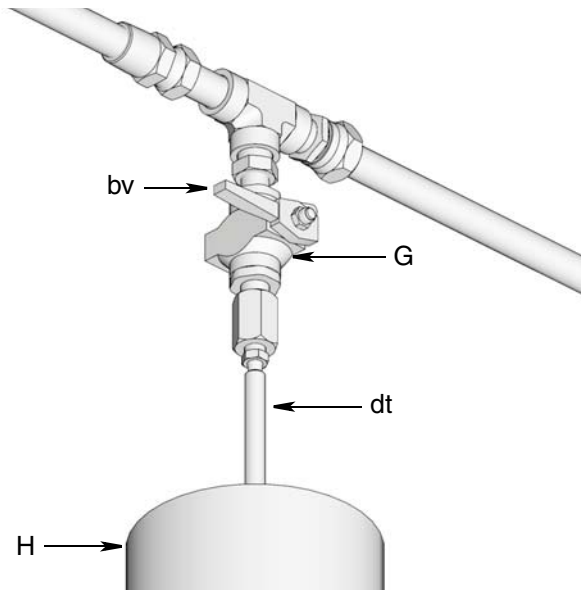

FIG. 14: In figura, installazione in linea
3. Ruotare l'alimentazione dell'aria per riempire la pompa (P).
4. Scaricare la pressione tra la pompa della stazione di riempimento remoto (P) e il dispositivo di intercettazione riempimento automatico (S):
- a. Aprire la valvola a sfera (bv) (FIG. 14). Viene scaricata la pressione e il fluido in eccesso viene drenato attraverso l'apposito tubo (dt) in un contenitore di raccolta del lubrificante (N).